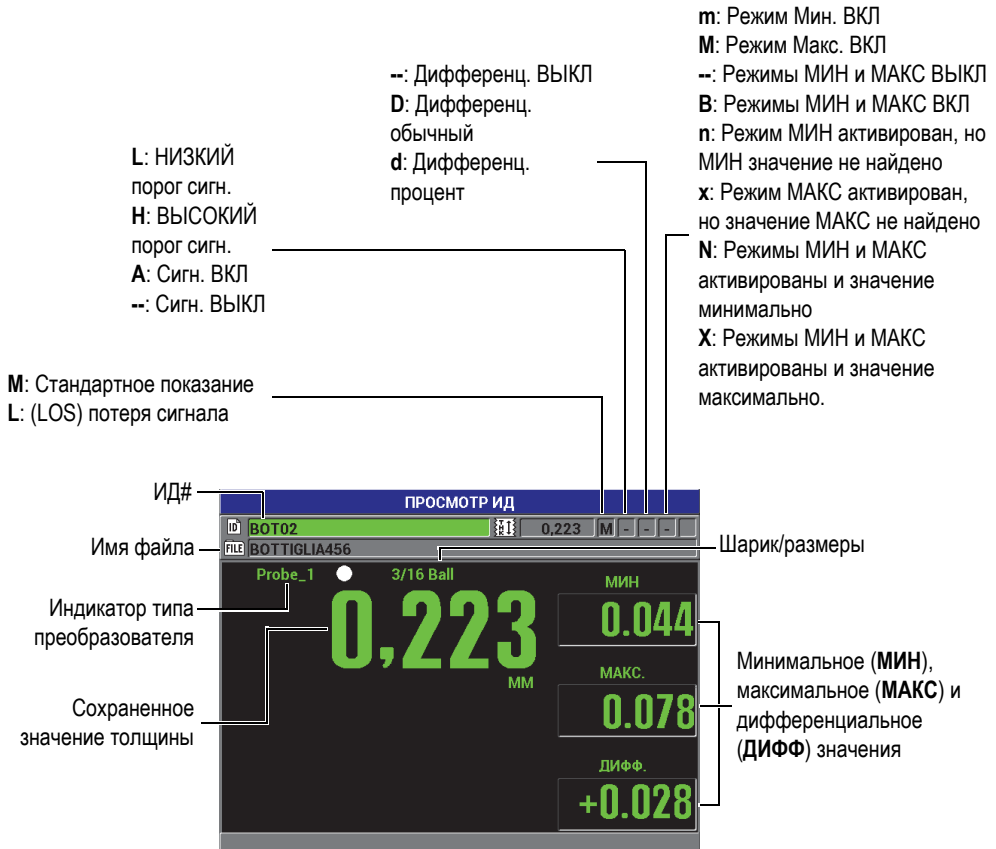

Рис. 7-15 Экран ПРОСМОТР ИД
На Рис. 7-15 на стр. 135 изображен экран просмотра ИД и краткое описание его содержимого. Индикаторы состояния представляют собой аббревиатуру, состоящую из первых букв составляющих информативных слов.
2. На экране измерений нажмите [**ID#**], чтобы открыть окно **ПРОСМОТР ИД** (см. Рис. 7-15 на стр. 135):